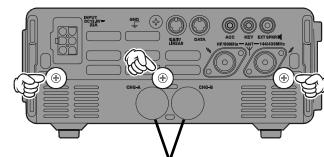

Abb. 2 Plastikkappen
5. Um die Ladebuchse des Akkus zugänglich zu machen, die dem eingebauten **FNB-78** entsprechende Plastikkappe („A“ oder „B“) aus der Rückseite der unteren Gehäuseabdeckung entfernen. Dazu die Kappe so verdrehen, dass sie sich ohne Gewalt herausschieben lässt (Abb. 2).